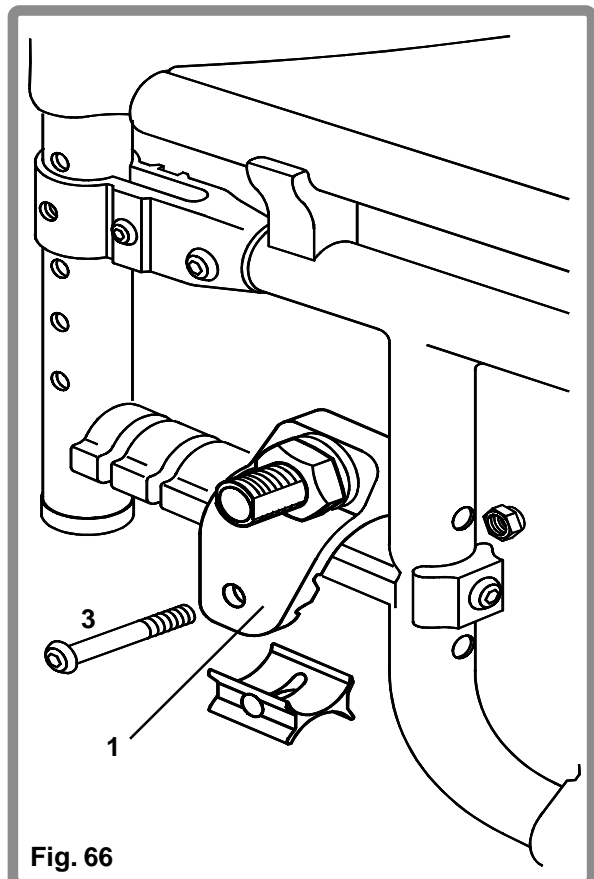

Fig. 66
U stelt de positie van de QA asblok (1) in door de bout (3) met behulp van een 13mm steek-sleutel en een 5mm inbussleutel te verwijderen (Fig. 66).
De QA asblok kan ook gedraaid worden (Fig. 66) zodat meer posities mogelijk zijn en het horizontale instelbereik groter wordt.